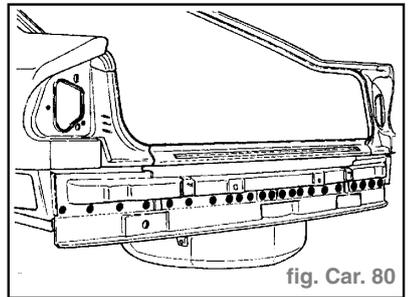

fig. Car. 80
- Liaison avec traverse extrême arrière (fig. Car. 80)